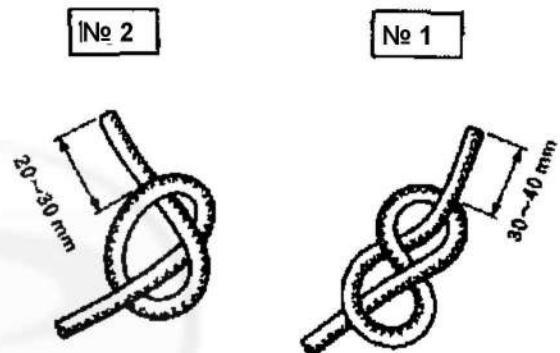

Рис. 82
- (1) Первым делом пропустить шнур стартера сквозь ручку пуска и завязать его, как показано на Рис. 82 № 1.
Затем пропустить противоположный конец шнура сквозь корпус стартера и шкив, и завязать его, как показано на Рис. 82 № 2. Затем надежно уложить конец в шкив. (На Рис. 82 оба шнура завязаны совсем легко, как видно из рисунков № 1 и № 2. Пожалуйста, имейте в виду, что так нарисовано лишь с целью облегчить понимание. Поэтому в реальных условиях, завяжите шнур как можно крепче.)